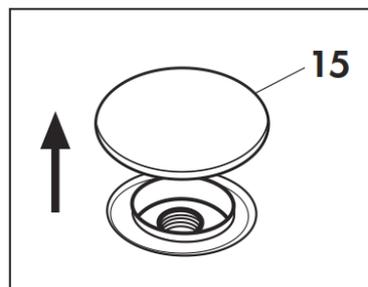

Abb. 4
Einfüllen von Leitungswasser oder nicht schäumenden Reinigungsmitteln in den jeweiligen Tank durch Anheben des Deckels (15). **(Abb. 4)**